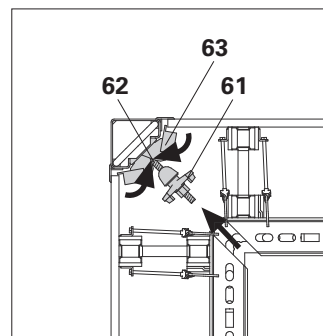

Fig. C3.03
2. Desenroscar as porcas de orelhas (61) do SSE, martelar a barra DW (62) para a frente e rodar os grampos de aperto para dentro (63). (Fig. C3.03)